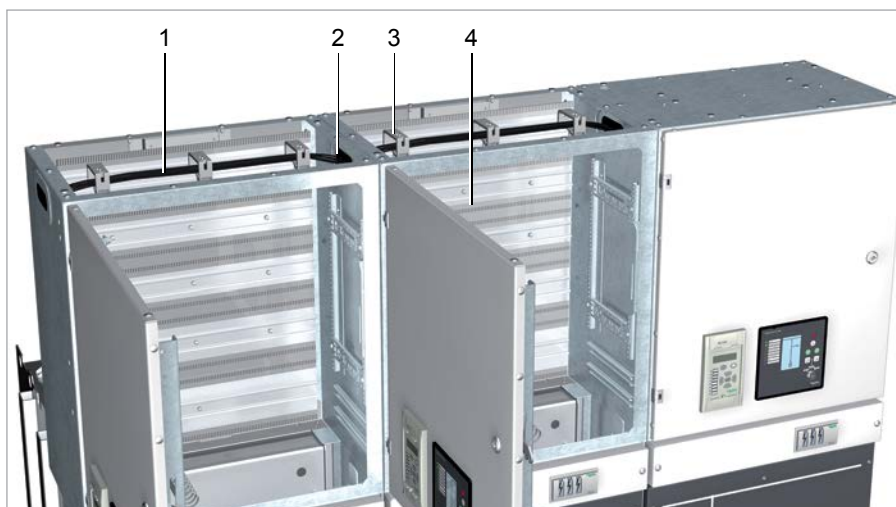

Fig. 41
1. Guider les câbles périphériques (Fig. 41, pos. 1) pour le câblage global de cellule au travers des orifices ovales latéraux de l'armoire basse tension (pos. 2).
2. Les câbles périphériques sont connectés aux barrettes à bornes correspondantes (pos. 3) selon le plan de câblage.
3. Fixer les câbles périphériques à l'aide de supports de câbles appropriés (pos. 4).